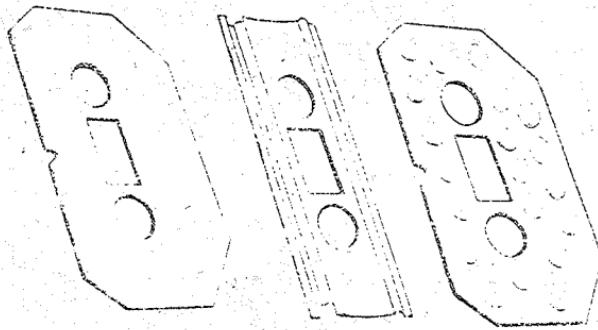

图 8 盒式磁带的衬垫片
(1) 带盒的外形尺寸及各工作孔的孔位、孔径必须符合盒式磁带国际标准的规定。
(2) 带盒表面及内部零件必须精密、平整、无塌坑和毛刺，在0~40℃环境温度中不应有几何变形。高质量的带盒其接缝比较齐整严密，用手摸不易感觉出有缝隙存在。
(3) 磁带的盘芯与带盒应配合良好。手持盒式磁带轻轻摇动时能明显地感觉到盘芯各方向晃动自然。将磁带装入录音机，按下倒带键，磁带在盘芯上卷绕得越整齐，倒带过程不应有大的振动噪声。在按下放音键，音量关到最小时，磁带在运行中不应有明显的机械噪声。
(4) 带盒两侧的衬垫片对盒式磁带的质量影响很大。高质量的盒式磁带往往将衬垫片设计成带有许多鼓泡或瓦楞形状(如图8)，其目的是为了减少磁带盘和衬垫片的摩擦力。同时，因其衬垫片本身具有弹性，可使磁带卷绕得很平整。